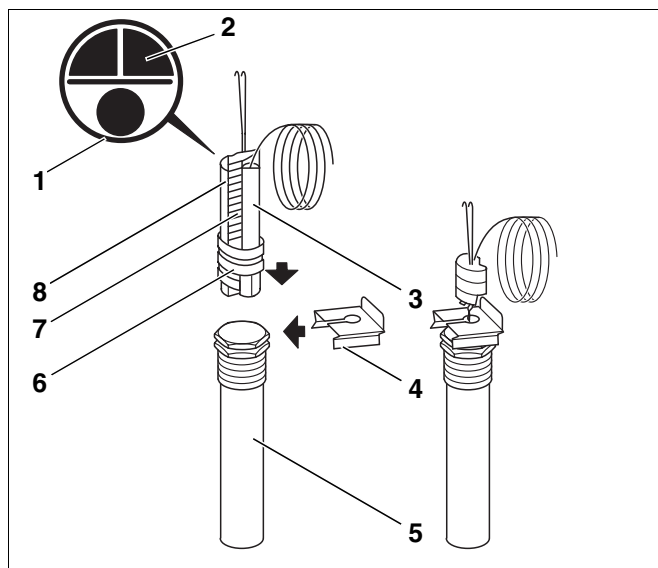

Fig. 1 Montajul senzorului de imersie
- Blocul de imersie (fig. 1, **poz. 1**) se introduce complet în teaca de imersie (fig. 1, **poz. 5**).
Spirala din masă plastică (fig. 1, **poz. 6**) - pentru fixarea senzorului - se retrage automat la introducerea.
Arcul de compensare (fig. 1, **poz. 7**) și piesele auxiliare (fig. 1, **poz. 2 și 8**) trebuie introduse și ele în teaca de imersie. Ele servesc pentru presarea senzorului de temperatură pe peretele tecii de imersie în scopul realizării unui transfer de căldură mai bun.
- Siguranța senzorului (fig. 1, **poz. 4**) se împinge din lateral peste capul tecii de imersie. În felul acesta, senzorii sunt asigurați împotriva ieșirii.
În acest caz se utilizează numai senzorul (fig. 1, **poz. 3** și fig. 2, **poz. 1**) din blocul de imersie livrat (fig. 1, **poz. 1**); arcul de compensare și piesele auxiliare nu sunt necesare.